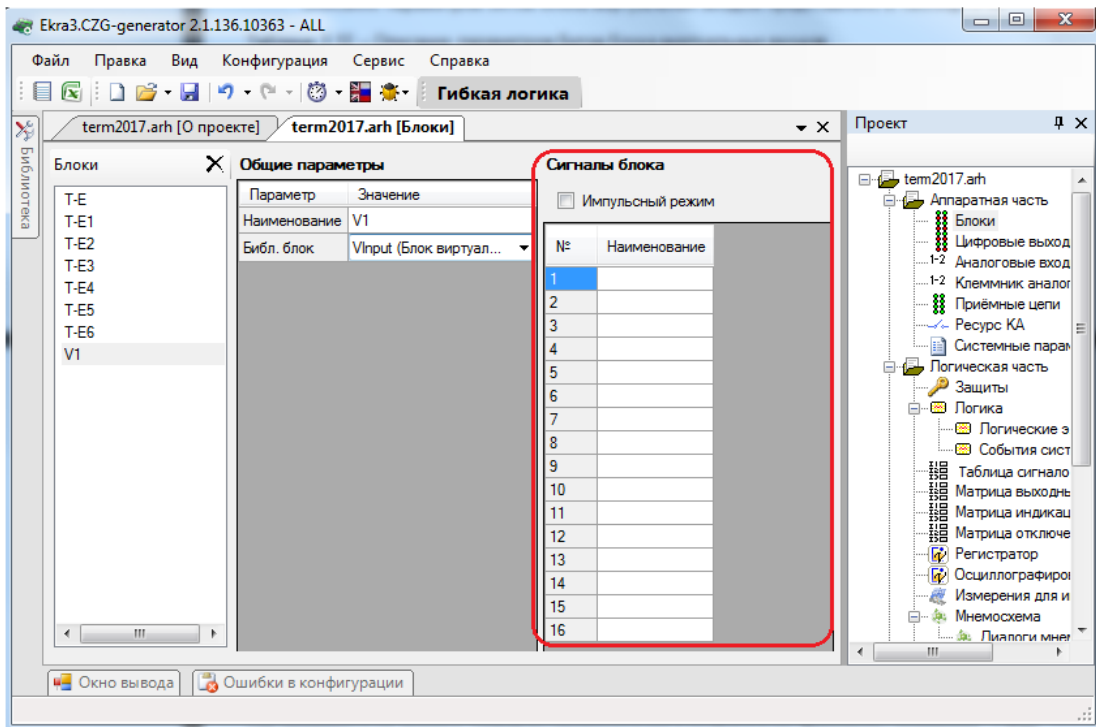

Рисунок 3.13
3.4.1.3.3 Блок виртуальных входов (см. рисунок 3.13)